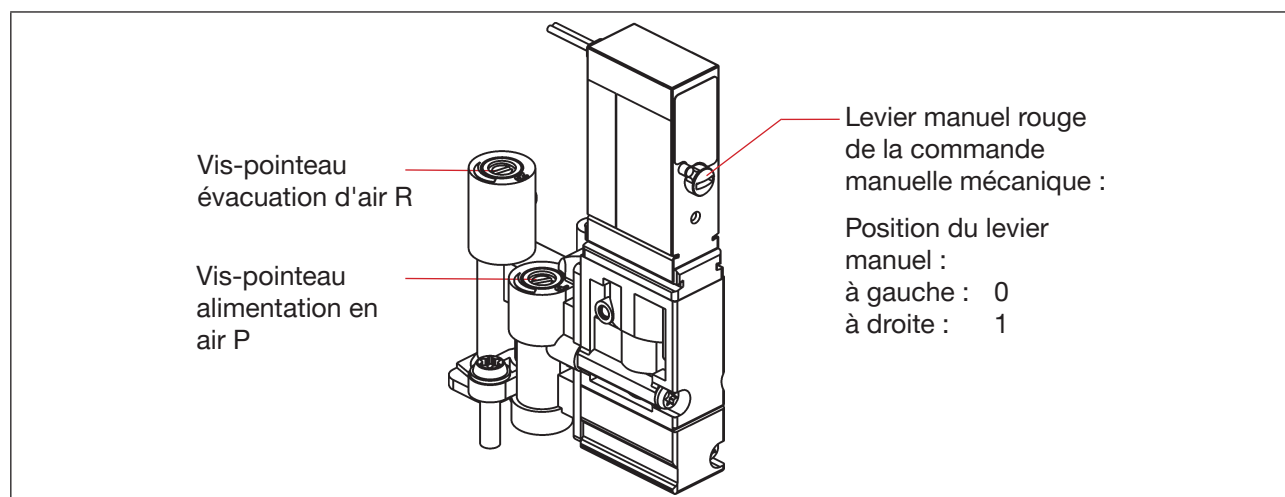

Fig. 6: Vis-pointeaux et commande manuelle mécanique des électrovannes
- **Possibilité d'étranglement des vannes pilotes (électrovannes)** pour le réglage individuel des vitesses d'entrée et de sortie des vannes de process et pour le réglage individuel du débit des raccords de travail (voir « Fig. 6 » à la page 27)